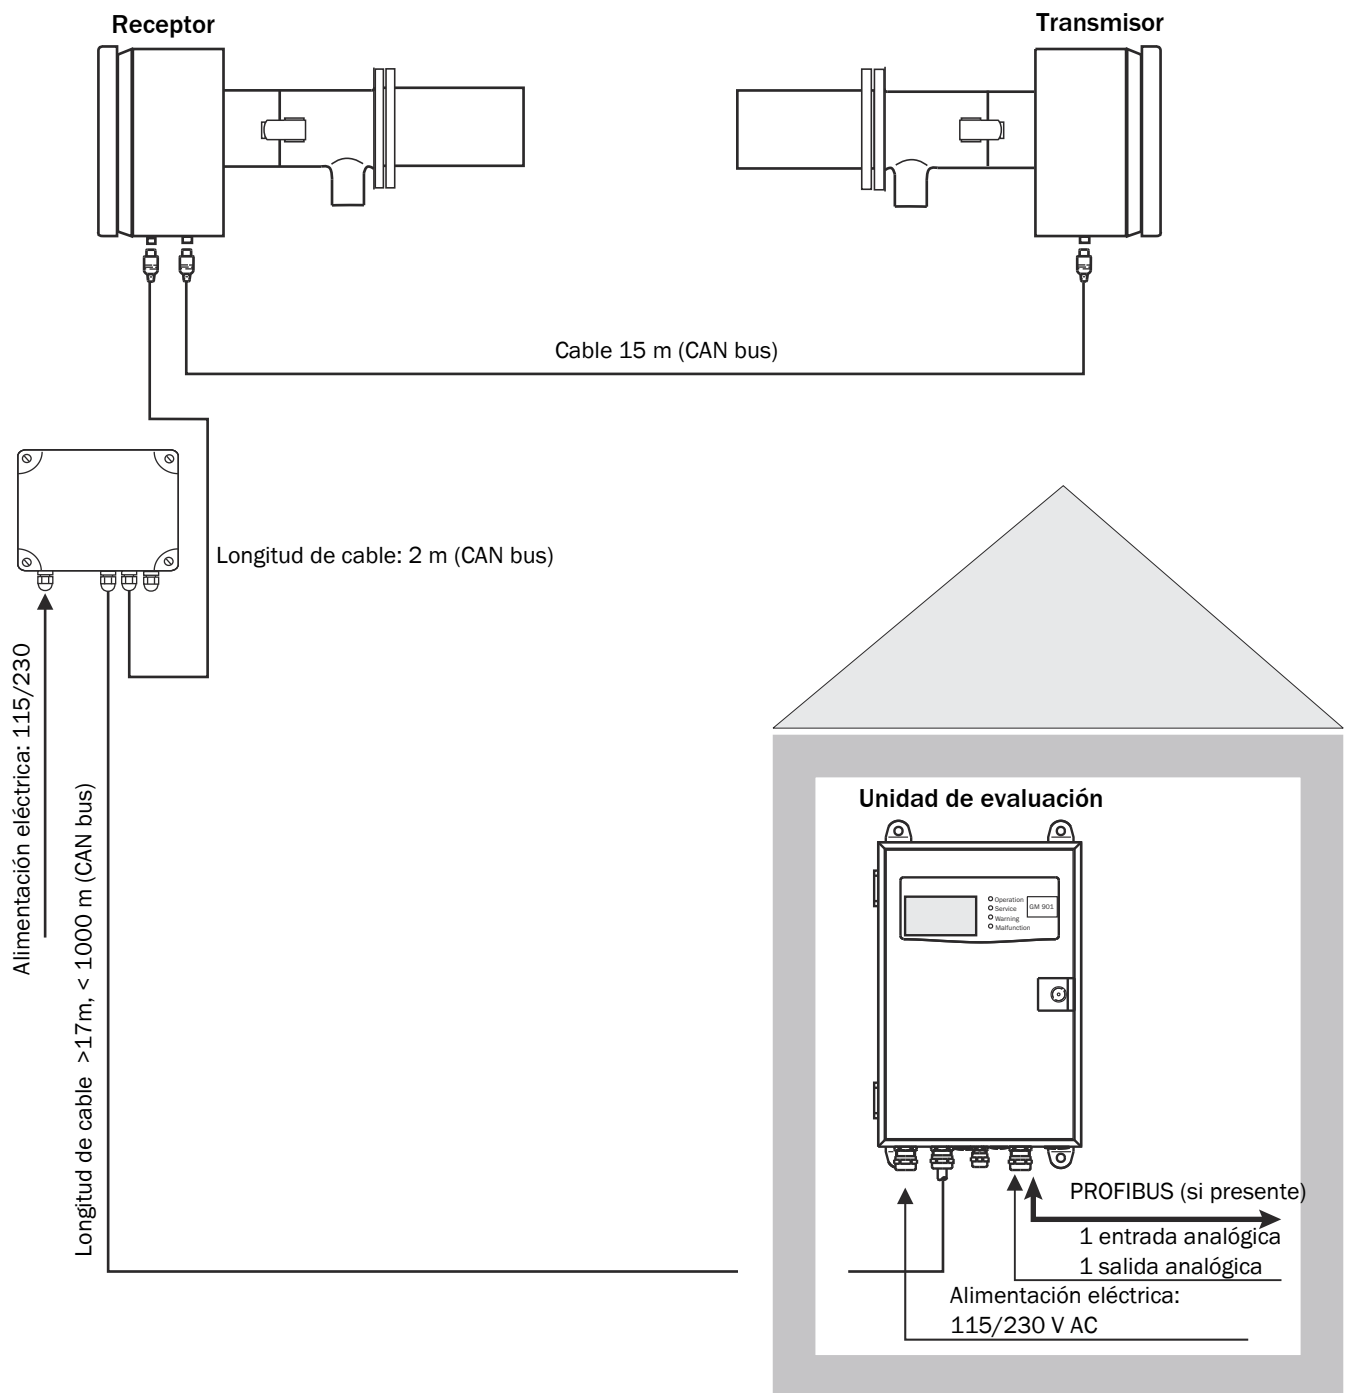

Fig. 20 Unidad de conexión a distancias hasta 1.000 m
- Conecte los componentes del sistema como indicado en la Fig. 20.